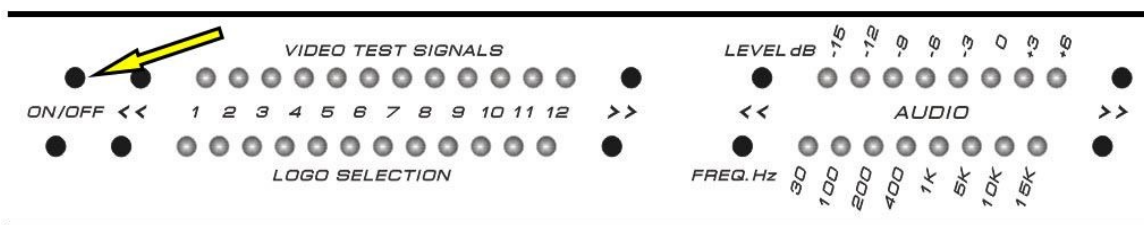

рис.1
Наложение Логотипа функция независимая, то есть он может накладываться как на тест так и на входной видео сигнал и сигнал SDI. Выбор этого режима осуществляется с передней панели логогенератора, рис.1
5. Если логотип будет накладываться на входной сигнал SDI, то кнопкой "On/Off" рис.1 отключить режим "Тестовых сигналов".
7. Кнопками на передней панели рис.1 "Logo Selection" выбрать 1 из 12 логотипов.